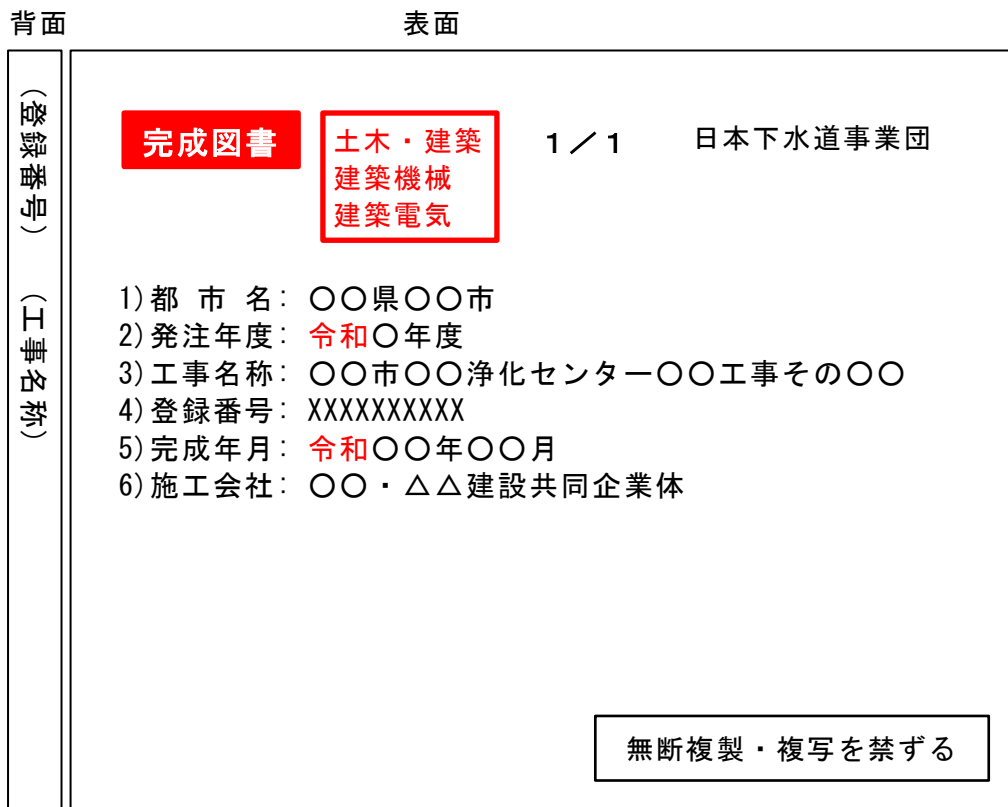

図 10-3 電子媒体ケースジャケットへの表記
- 電子媒体を収納するケースジャケットの表面には1)～6)、11) 12) の項目を印刷する。背面には、3) 4) を印刷する（図 10-3）。